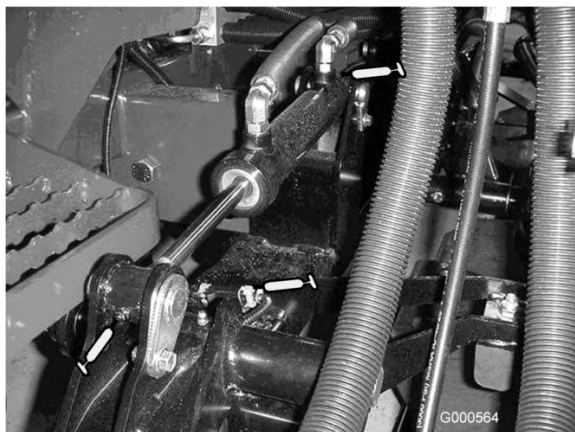

Figura 27
- Casquilhos do braço de elevação (1 por plataforma) (Figura 27)
- Casquilhos do cilindro de elevação (2 por plataforma) (Figura 27)